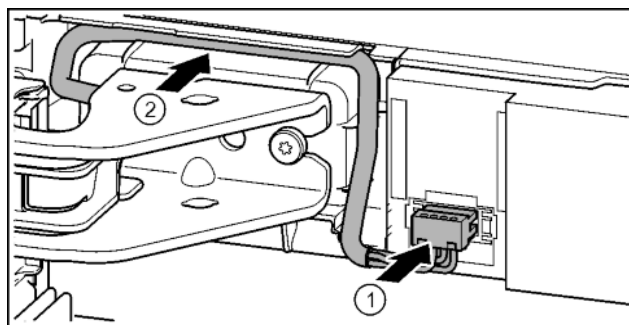

Fig. 35
- ▶ Зафиксировать штекер над верхним опорным кронштейном и осторожно уложить жилы кабеля в канал. Fig. 35 (1)
- ▶ Осторожно проложить серый кабель в направляющей над верхним опорным кронштейном. Fig. 35 (2)